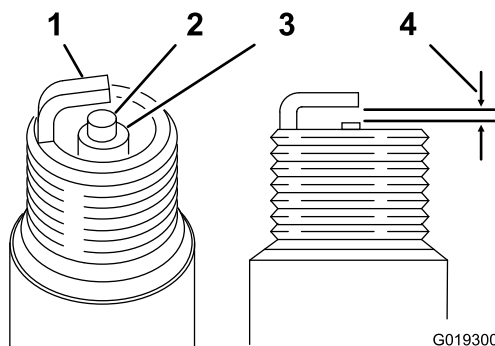

Figure 33
**Écartement** : 0,70 à 0,80 mm ; voir Figure 33
3. Réglez l'écartement des électrodes entre 0,70 et 0,80 mm (Figure 33).